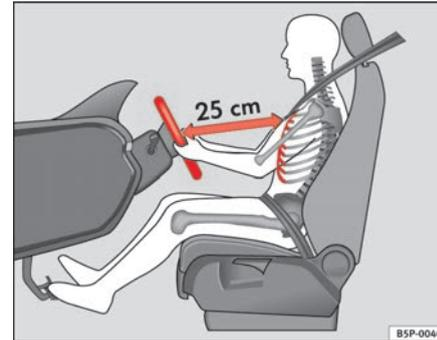

Abb. 133 Die richtige Sitzposition des Fahrers
- Stellen Sie das Lenkrad so ein, bis die gewünschte Einstellung erreicht ist \Rightarrow Abb. 133.
- Stellen Sie den Fahrersitz oder das Lenkrad so ein, dass der Abstand zwischen Lenkrad und Brustbein mindestens 25 cm beträgt → Seite 164, Abb. 133. Wenn Sie den Mindestabstand nicht einhalten, kann Sie das Airbag-System nicht schützen – Lebensgefahr!